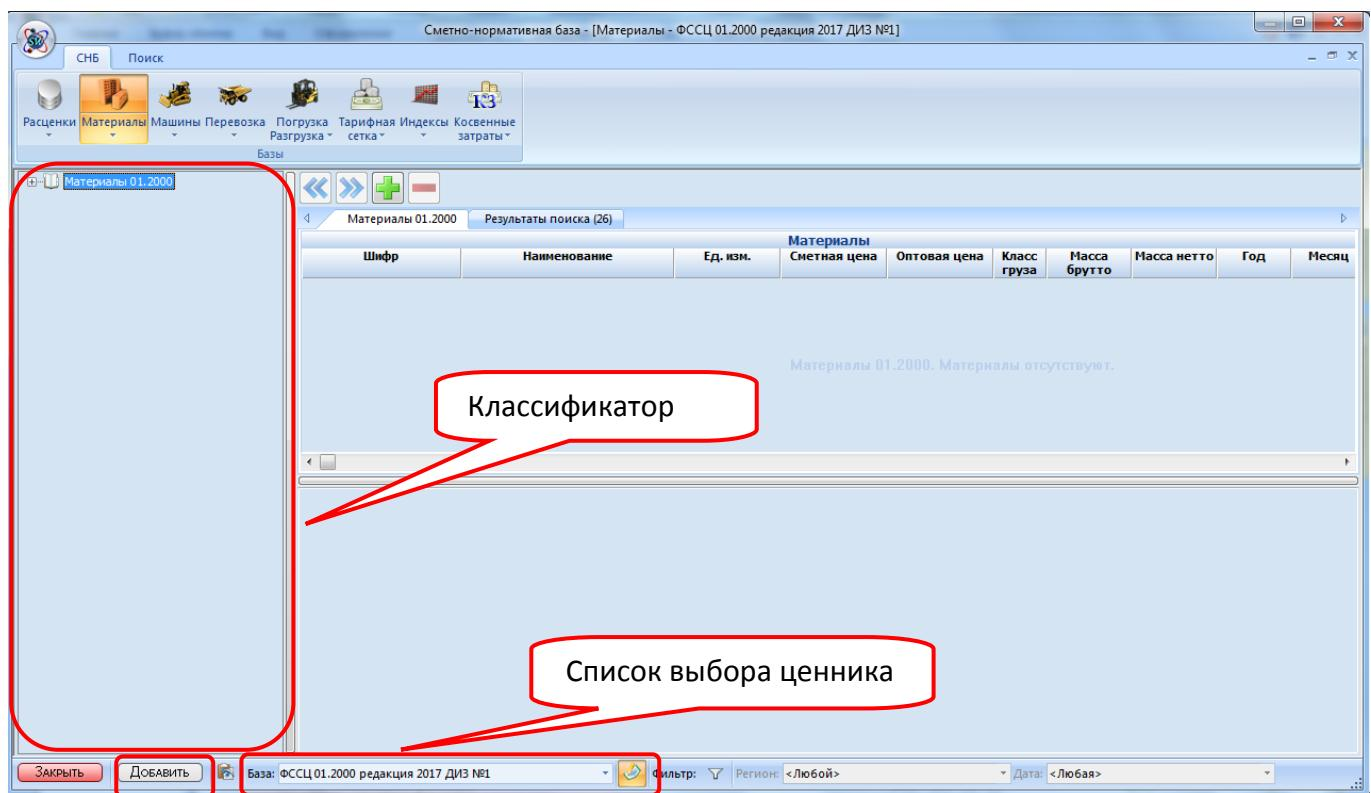

Рис. 4.102 Диалоговое окно Сметно-нормативная база
4. В открывшемся окне *Сметно-нормативная база* (рис. 4.102) выбрать из раскрывающегося списка нужный ценник и нажать на кнопку для перехода в режим редактирования;